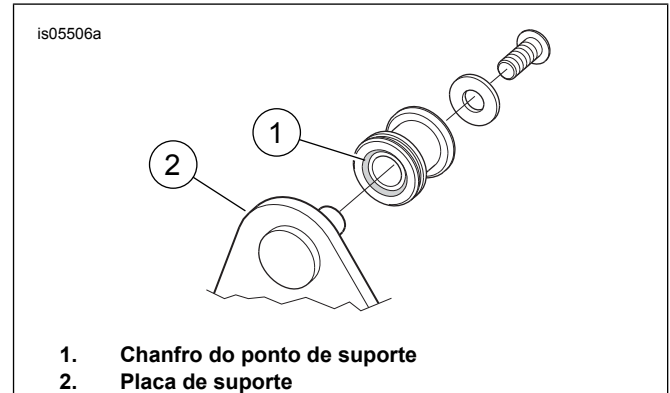

Figura 1. Instalação do ponto de suporte
TODOS os modelos: Veja Figura 1. Fixe os pontos de suporte nas placas de suporte (2) com o chanfro (1) voltado para a placa e o lado liso voltado para fora.